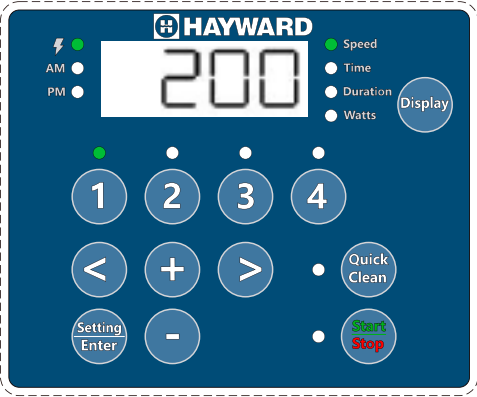

Figure 5
6. Appuyez sur « 1 ». La durée de la VITESSE 1 s'affiche. Le voyant du paramètre « Durée » commence à clignoter. **Voir la figure 5.**